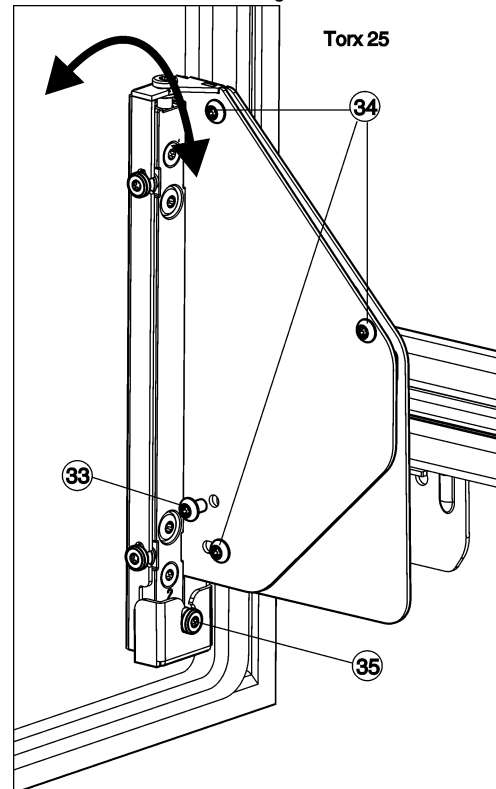

Fig. 26
- ▶ De schroef Fig. 26 (33) volledig eruit schroeven.
- ▷ De schroef Fig. 26 (33) opruimen, hij is niet langer nodig.
- ▶ Schroeven Fig. 26 (34) met 1 à 2 slagen alleen losdraaien.
- ▶ Stelschroef Fig. 26 (35) draaien. Rechtsom: de deur helt boven van het apparaat weg. Linksom: de deur helt boven naar het apparaat toe en onder van het apparaat weg.
- ▶ Nadat de hoek versted is alle schroeven Fig. 26 (34) weer stevig vastdraaien.